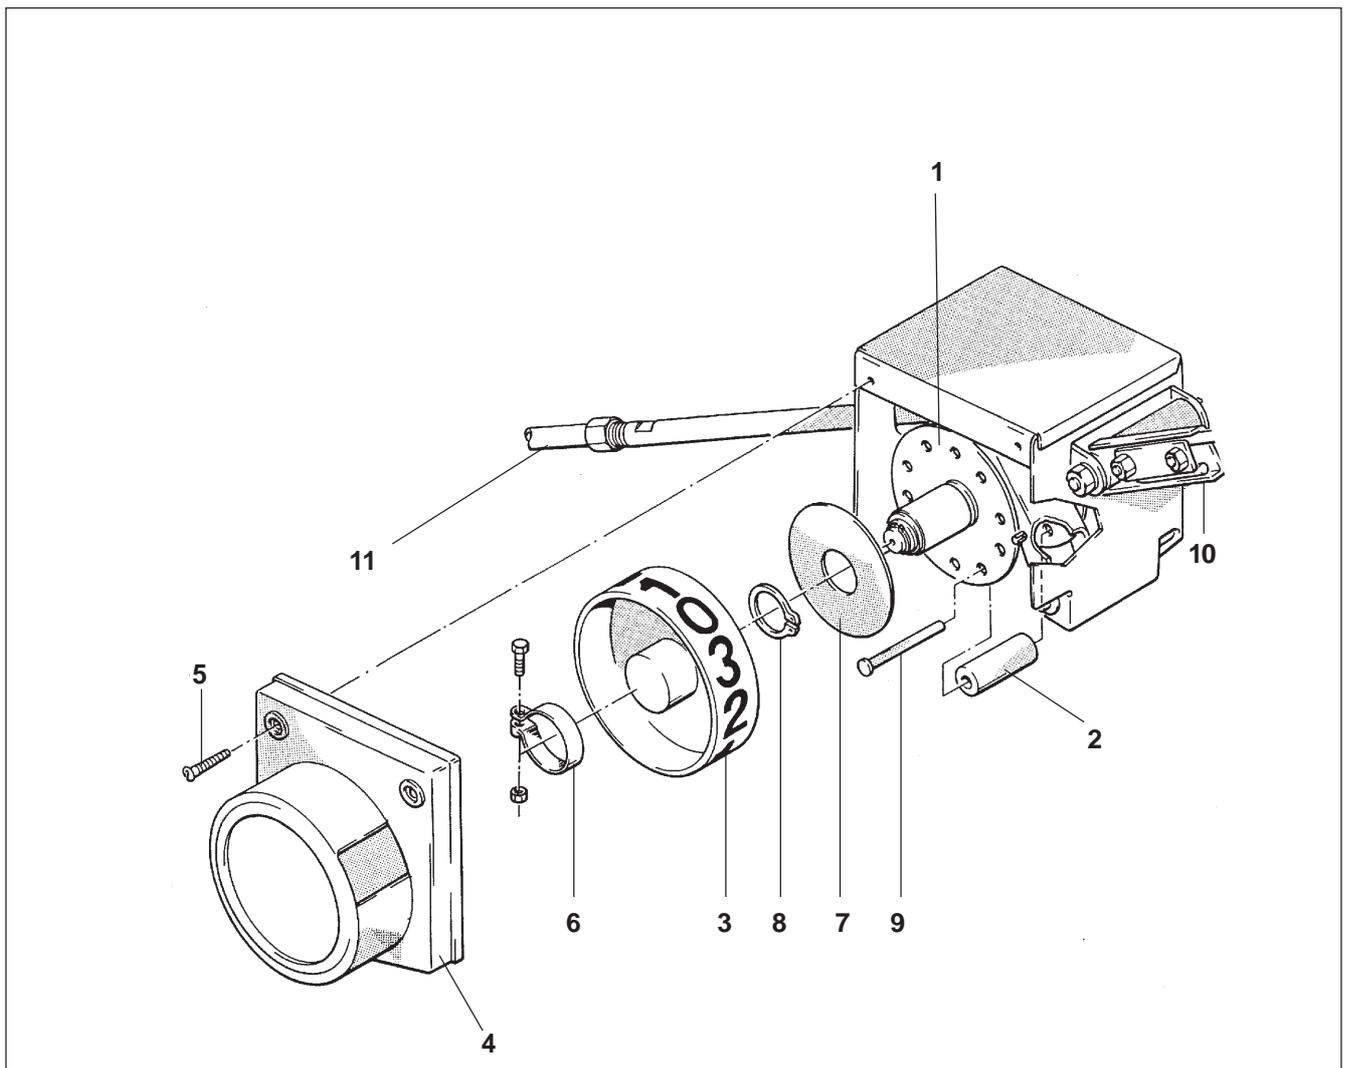

Fig. 26.39
La distancia entre rodadas (ver tabla de la fig. 23.6) corresponde a la anchura de trabajo de la abonadora o del pulverizador. El ritmo de establecimiento de las rodadas la establece la caja de conexión (fig. 26.39). Si es necesario cambiar a otro ritmo de trazado de rodadas, hay que cambiar o modificar el disco divisor (fig. 26.39/1) que se encuentra en la caja de conexión.
Para trazar rodadas cada 2, 3, 4 y 6 pasadas no es preciso cambiar de rueda divisora (fig. 26.39/1). Para modificar la caja de conexión para trazar rodadas dentro de este grupo, únicamente hay que
- Quitar la tapa protectora (fig. 26.39/4) aflojando los dos tornillos de chapa (fig. 26.39/5).
- Aflojar la abrazadera (fig. 26.39/6) y extraerla junto con la rueda indicadora (fig. 26.39/3).
- Extraer la arandela de fijación (fig. 26.39/7) después de quitar la grupilla de seguridad (fig. 26.39/8).
- Los rodillos de conexión (fig. 26.39/2) quedan libres una vez extraídos los pernos (fig. 26.39/9) y se montan en la rueda divisora tal como se indica en el aptdo. 26.11.